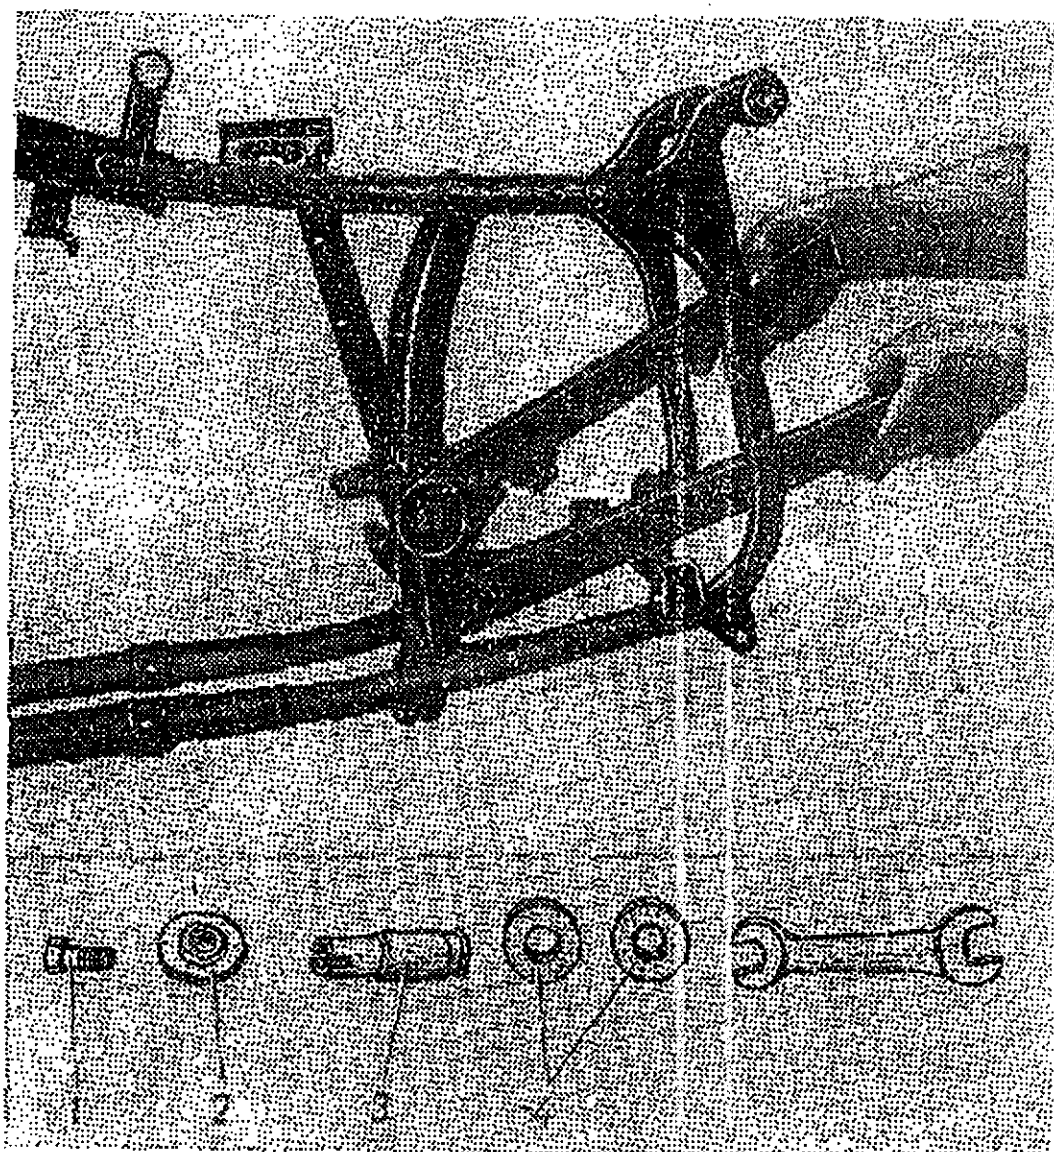

Рис. 19. Снятие и установка рычага задней подвески.
4) вывинтить болты 1 (рис. 19), стягивающие резиновые втулки 4, снять наружные крышки 2 и фиксирующие шайбы; вынуть наружные резиновые втулки;